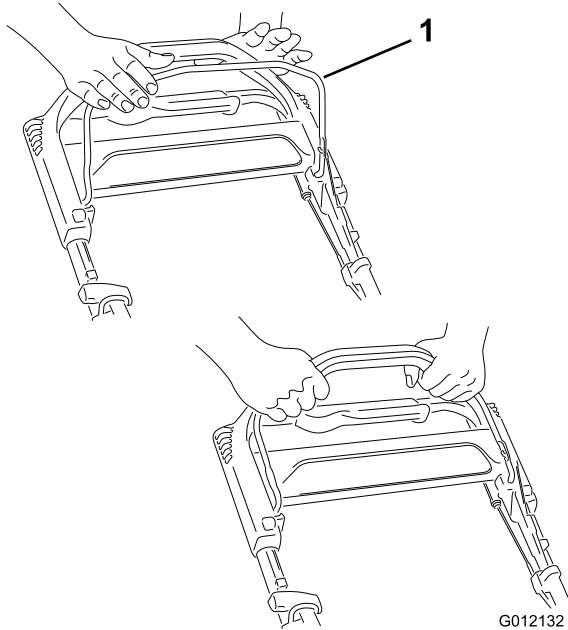

Figura 12
1. Sujete la barra de control de la cuchilla (Figura 12) contra el manillar.